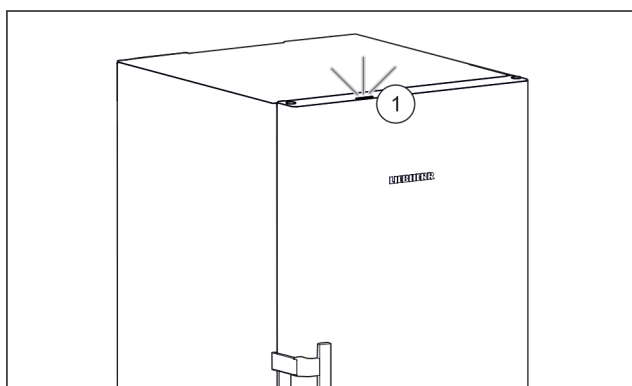

Fig. 51 Tilavalon päällä, kun ovi on kiinni
- ▷ Tilavalon Fig. 51 (1) on aktivoitu.